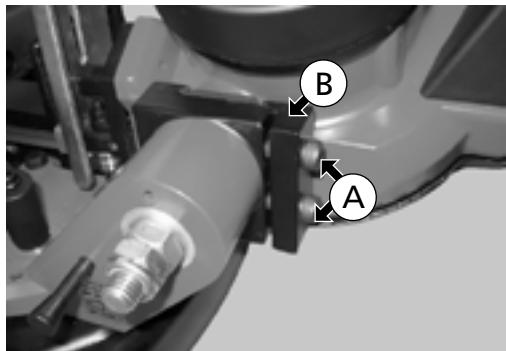
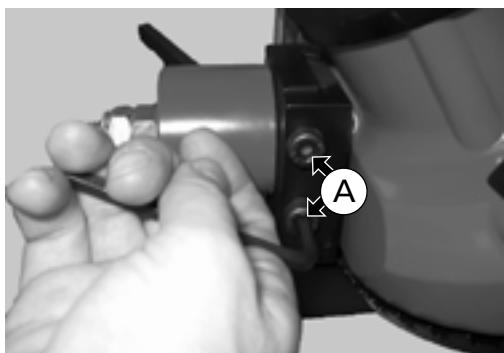

Abb. 34
Abb. 33
Die beiden Schrauben (A) drei bis vier Umdrehungen lockern (Abb. 33), um den Endanschlag von der Bandsäge zu lösen (siehe Abb. 34).
Elemente auf Abb. 33 - 34